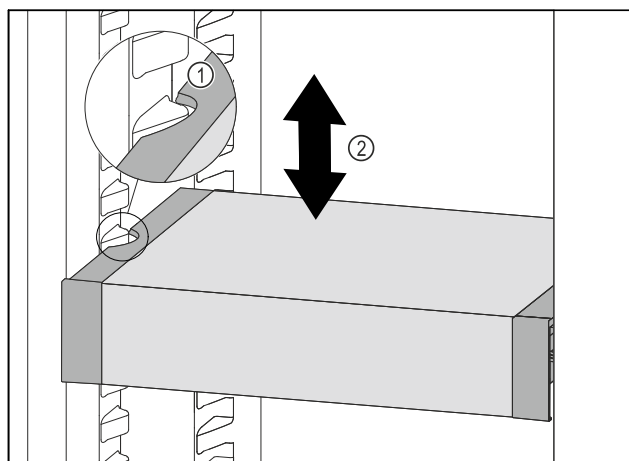

Fig. 111
- Tirare VarioSafe in avanti fino a quando le cavità laterali di VarioSafe non si trovano al livello della nervatura del contenitore nel vano frigorifero. Fig. 111 (1)
- Spostare VarioSafe verso l'alto o verso il basso nel vano frigorifero fino a raggiungere l'altezza desiderata. Fig. 111 (2)